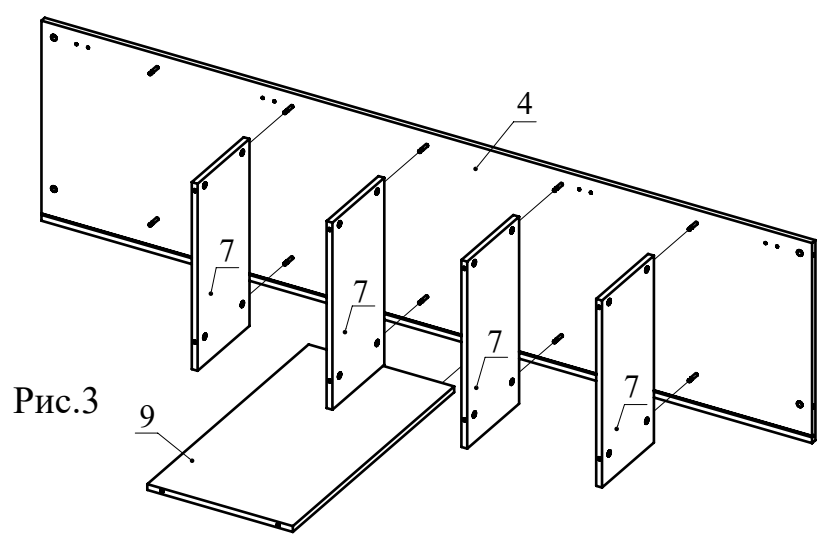

Рис.3
- Установите детали 7 (4шт.) и 9 на деталь 4 и зафиксируйте, повернув конфирматным ключом головки минификсов по часовой стрелке до упора (Рис. 3).